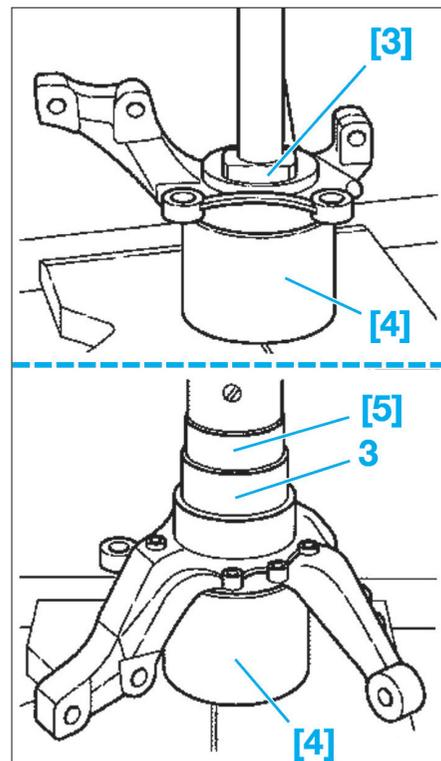

FIG. 11
- Déposer les clips (2) de maintien du roulement dans le pivot.
- À la presse et avec l'outil [3], extraire le roulement du pivot (Fig.11).